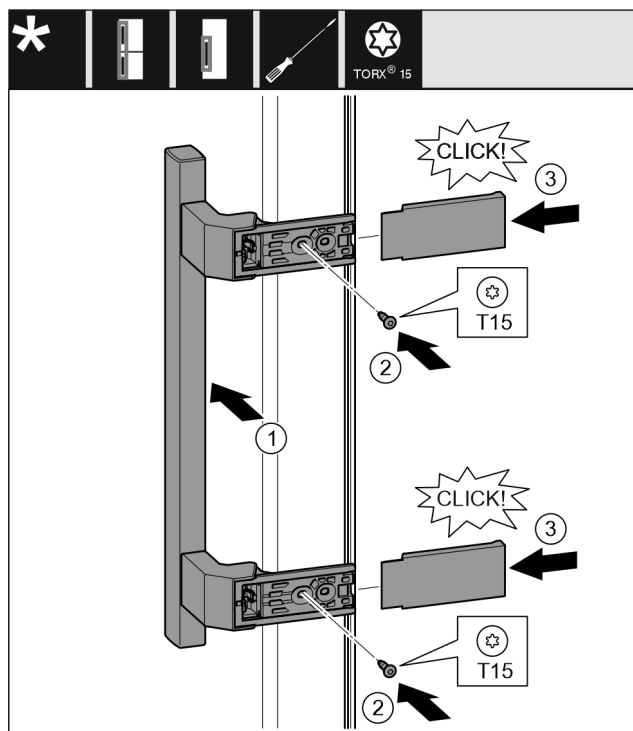

Fig. 20
- ▶ Поставете дръжката от другата страна. Fig. 20 (1)
- ▶ Затегнете винтовете с отвертка T15. Fig. 20 (2)
- ▶ Поставете отстрани капачите и ги нахлузете. Fig. 20 (3)